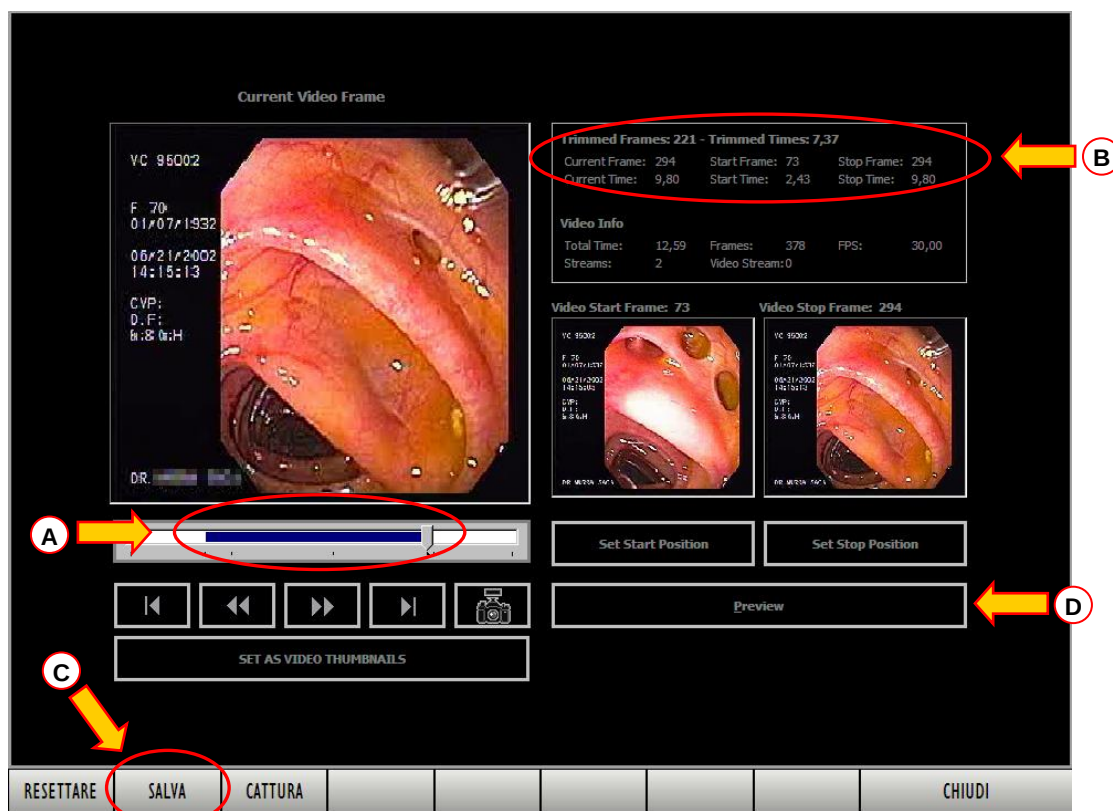
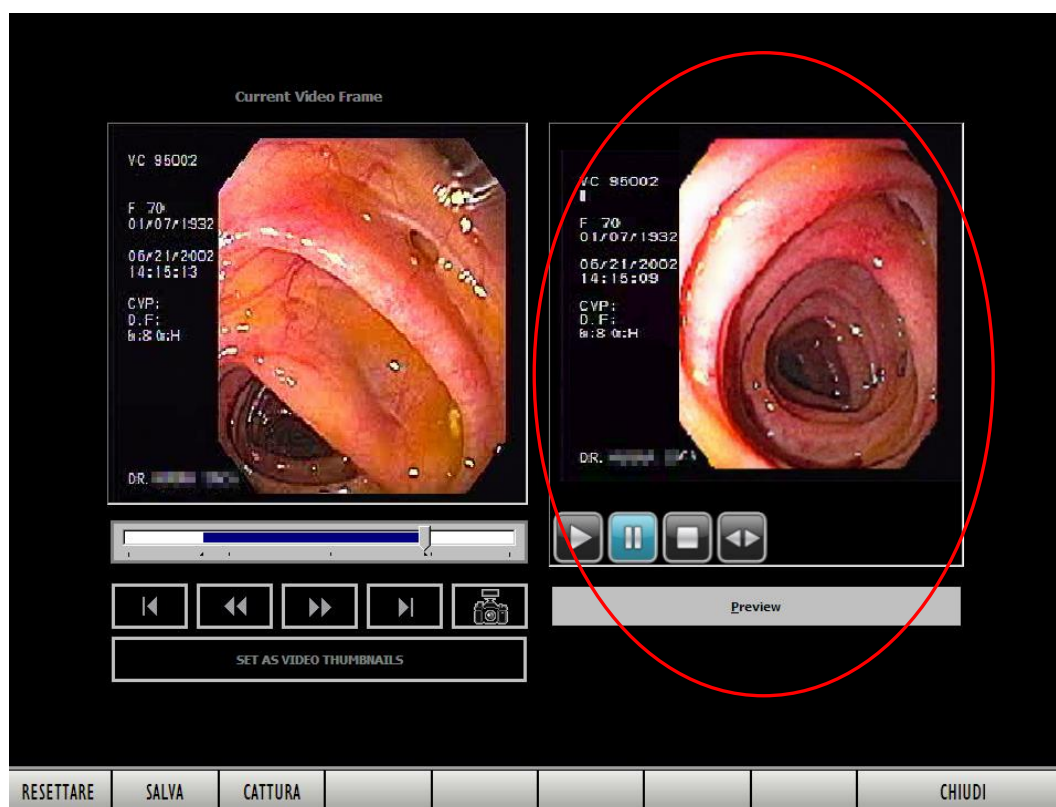

Fig 116 - Porzione di filmato selezionata
Fig 117 - Anteprima
La porzione corrispondente al filmato così selezionato appare evidenziata in blu sulla barra temporale a sinistra (Fig 116 A).
L'area in alto a destra (Fig 116 B) riporta le informazioni relative alla porzione di filmato selezionata (numero di fotogrammi della porzione, durata, tempo corrispondente al fotogramma di partenza, tempo corrispondente al fotogramma di arrivo ecc...).
- cliccare il pulsante  sulla barra comandi (Fig 116 C).
Il pulsante  presente in basso a destra (Fig 116 D) permette di visualizzare un’anteprima del filmato selezionato. L’anteprima è visualizzata nella parte destra della schermata che, una volta che si è premuto il pulsante, cambia nel modo seguente (Fig 117):
La schermata tornerà ad avere la struttura mostrata in Fig 116.
- Cliccare il pulsante  sulla barra comandi (Fig 116 C).